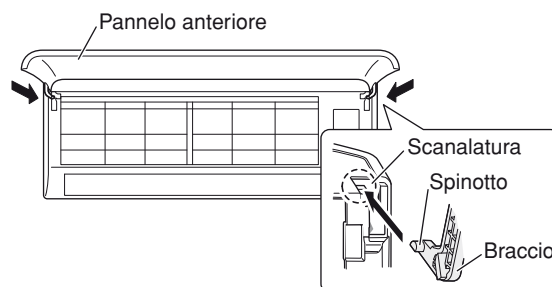

Fig. 18-1
- (1) Inserire il fondo della griglia nell'aletta con quest'ultima in posizione più o meno orizzontale.
- (2) Allineare ambedue i bordi della griglia con il telaio, spostare la griglia orizzontalmente ed inserire il fondo e la sommità nel telaio.
- (3) Premere la griglia fermamente con la mano per assicurarsi che non vi siano intervalli fra la griglia stessa ed il telaio.
- (4) Stringere le 2 viti e chiudere le coperture delle viti.
- (5) Tenere le sezioni vicini ai bracci del pannello anteriore su ambedue i lati, tenere il pannello anteriore in modo che sia più o meno orizzontale, portare gli alberi dei bracci in contatto con la sommità delle scanalature sui lati destro e sinistro del condizionatore d'aria e quindi spingere con forza fino a che gli alberi dei bracci fanno clic e si bloccano in posizione. (Fig. 18-1)